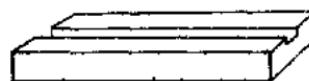

图 4
3. 再把宽 30~40 毫米、长 160~170 毫米长方形木块中间用凿子开一条槽（图 4）。